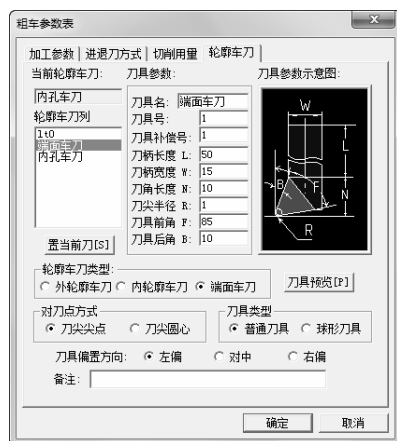

图 6-14 端面粗车刀具参数设定
4) 单击“轮廓车刀”选项卡，如图 6-14 所示。选择刀具库中刀具方法如下：在“轮廓车刀列表”下面的复选框中直接单击“端面车刀”按钮，使它变为蓝色，然后单击“置当前刀”按钮，即调出了前面在刀具库中设置的端面车刀，具体参数如图 6-14 所示。